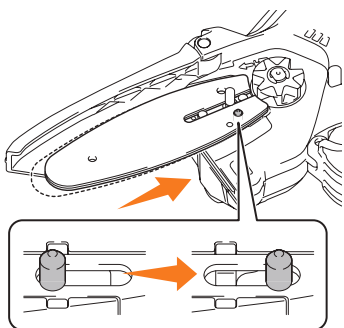

Рис. 6
- Возведите штифт системы натяжения к звездочке до его фиксации (Рис. 6).